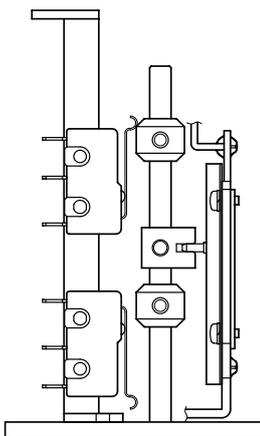

图 10-1 上升侧的调整
- 如图 10-1 所示，设置到上升位置后调整凸轮（输出轴上升侧）。